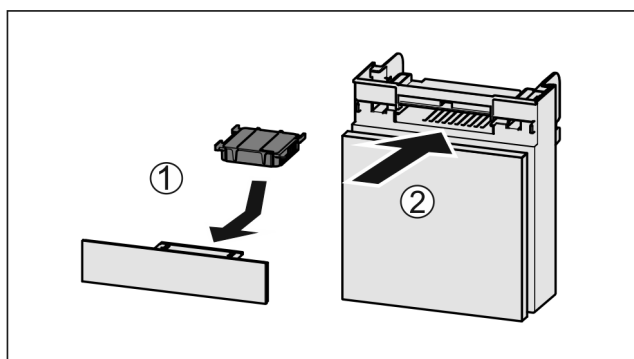

Fig. 158
- ▶ Introduceți Fig. 158 (1) filtrul de cărbune activ după cum se vede în figură.
- ▶ Împingeți Fig. 158 (2) compartimentul în interior.